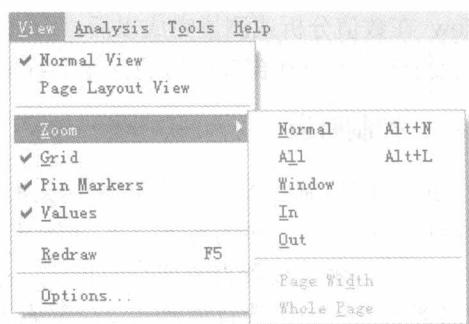

图 2-5 视图菜单
1) 缩放: 将电路图以设定的比例显示在屏幕上，如图 2-5 所示。